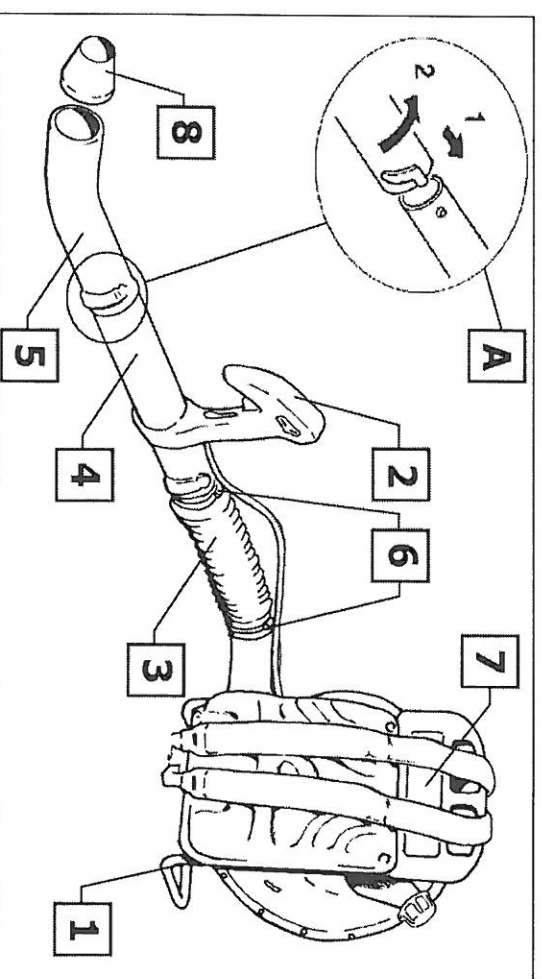

Figura 1 Soffiatore
Il soffiatore ha una scatola porta attrezzi (Figura 1 pos. 7) dove possono essere riposti gli attrezzi di primo intervento: chiave candela, cacciavite, chiavi a brugola etc.
Osservando la Figura 1:
Osservate la Figura 1 e procedete come segue per montare i tubi lancio, il terminale di uscita ed il tubo flessibile:
- Figura 1 pos.1: Modello con leva gas sul telaio.
- Figura 1 pos.2: Modello con impugnatura sul tubo lancio.